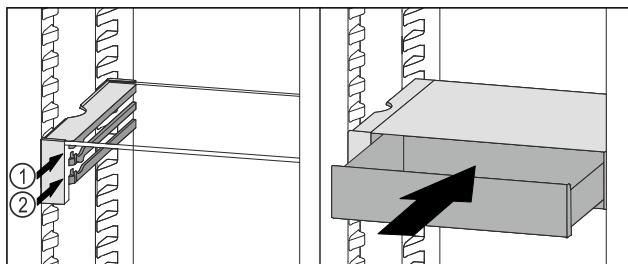

Fig. 106
- ▶ Поставете чекмеджето на VarioSafe зад ограничителите върху желаното ребро Fig. 106 (1) или Fig. 106 (2).